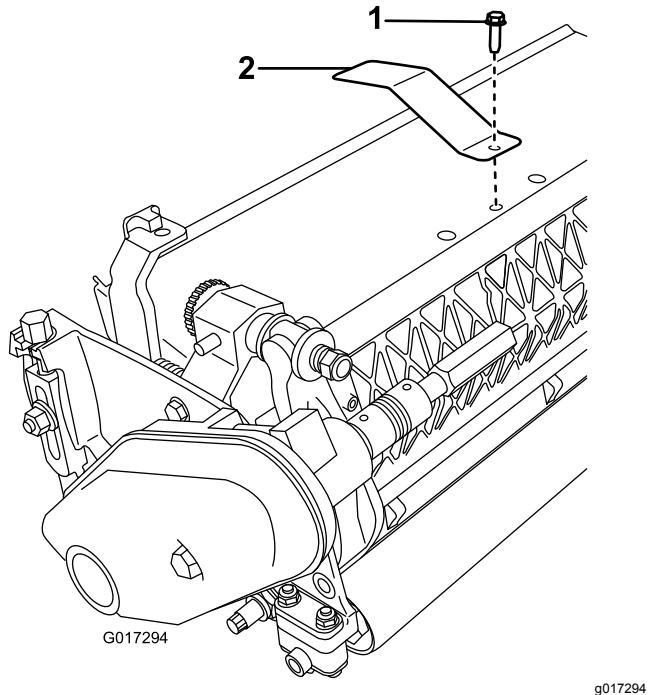

Figura 13
- Retire el perno central del deflecto de hierba (Figura 13).
- Instale la placa objetivo en la parte superior de la unidad de corte (debajo de la cubierta de plástico) usando el perno que retiró anteriormente (Figura 13).